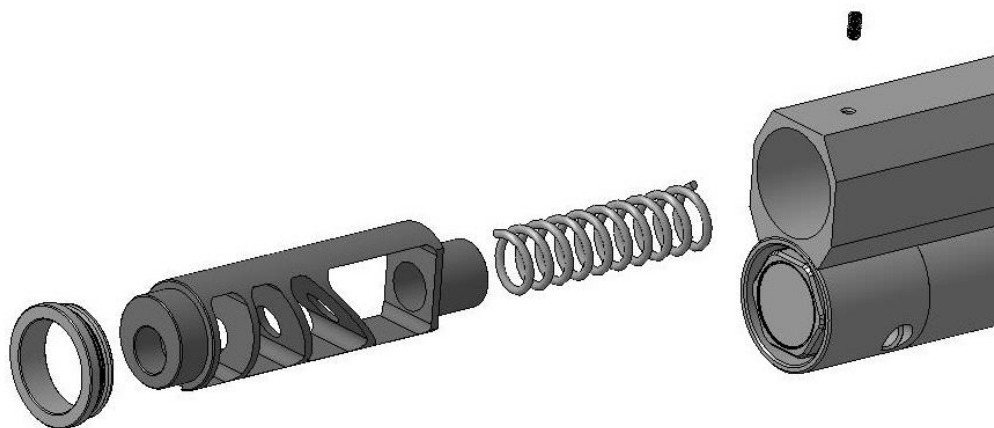

Рисунок 10.
- Извлеките вставку модератора и пружину модератора, выкрутив против часовой стрелки переднюю пробку ствольной коробки. Выкрутите мушку (Рисунок 10).